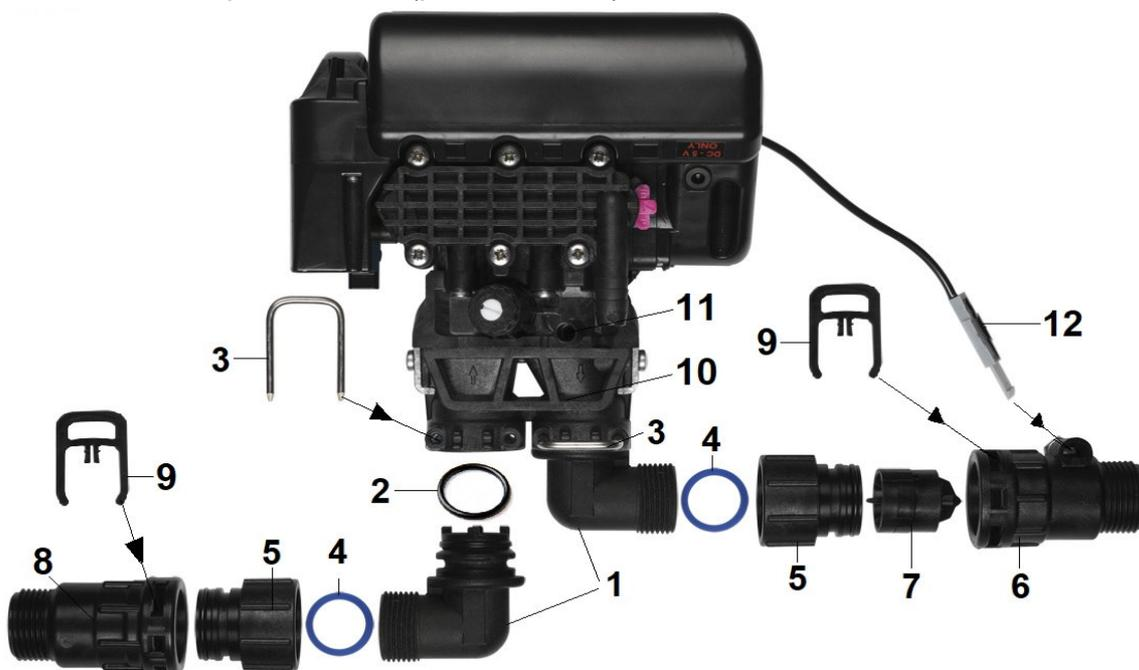
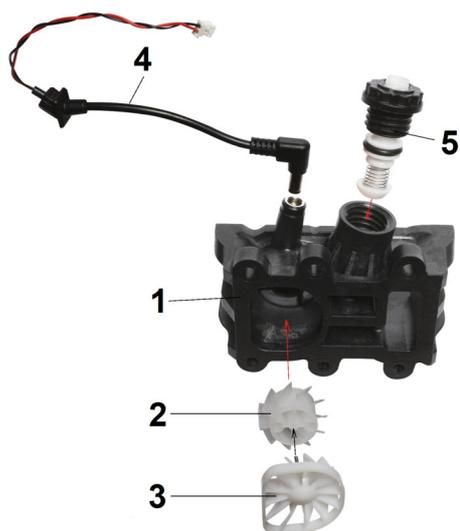

Рис. 4
Рис.5
10.6 Для присоединения к системе трубопроводов используются угловые резьбовые фитинги (рис.4, поз.1). Угловые фитинги можно повернуть на 90 градусов в удобную сторону.
10.7 В Системах с клапаном FR1MR с выносным счетчиком используются дополнительные быстроразборные фитинги (рис.4, поз.4) и фитинги счетчика (рис.4, поз.5).
10.8 Для Систем с клапанами FR1, FR1B, FR1M, FR1BM: При подключении управляющего клапана к системе трубопроводов (вход и выход управляющего клапана) сначала присоедините угловые фитинги (рис.4, поз.1) к системе труб. После этого наденьте на них уплотнительные кольца (рис.4, поз.2) и установите их в адаптер (рис.4, поз.10) и зафиксируйте угловые фитинги клипсами (рис.4, поз.3). При наличии встроенного счетчика подключите кабель счетчика (рис.5, поз.3) к разъему адаптера (рис.4, поз.10).
10.9 Для Систем с клапаном FR1MR с выносным счетчиком: При подключении управляющего клапана к системе трубопроводов (вход и выход управляющего клапана) сначала установите в клапан угловые фитинги (рис.4, поз.1): наденьте на них уплотнительные кольца (рис.4, поз.2) и установите их в адаптер (рис.4, поз.10) и зафиксируйте угловые фитинги клипсами (рис.4, поз.3). Установите уплотнительные
кольца (рис.4, поз.4) в быстроразборные фитинги (рис.4, поз.5) и зафиксируйте их на угловых фитингах (рис.4, поз.2). Затем присоедините быстроразборные фитинг (рис.4, поз.8) и фитинг счетчика (рис.4, поз.6) к системе труб; фитинг счетчика (рис.4, поз.6) подключите к трубе на выходе системы. Вставьте турбину счетчика (рис.4, поз.7) и кабель счетчика (рис.4, поз.12) в фитинг счетчика (рис.4, поз.6) на выходе Системы. После этого установите быстроразборные фитинги (рис.4, поз.5) в счетчика (рис.4, поз.6) и фитинг (рис.4, поз.8), и зафиксируйте их клипсами (рис.4, поз.9).
10.10 Системы со встроенным счетчиком FR1M, FR1BM, не комплектуются фитингами (рис.4, поз.5 и 8) и фитингами счетчика (рис.4, поз.6). Встроенный счетчик находится в адаптере подмеса (рис.4, поз.11).
Байпасный клапан устанавливается между адаптером подмеса (рис.4, поз.11) и адаптером присоединительных фитингов (рис.4, поз.10). Байпасный клапан присоединяется с помощью скоб и винтов.